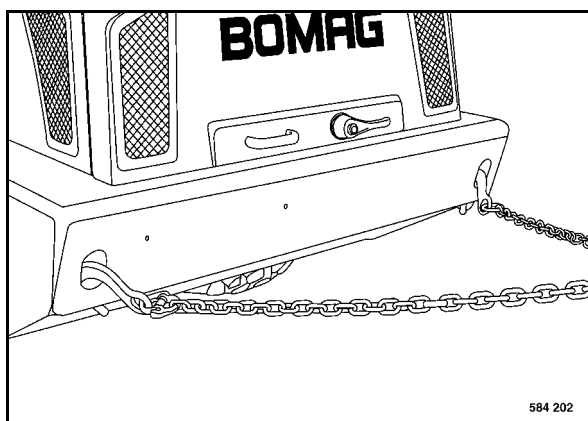

fig. 59
- Fixer des chaînes (fig. 59) ou des câbles de remorquage aux oeillets d'accrochage.